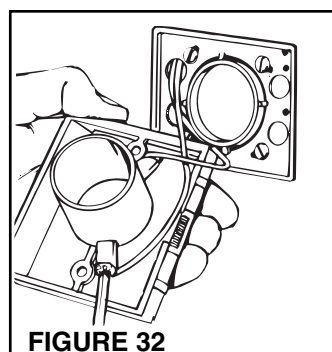

FIGURE 32
9. Attachez les câbles de basse tension aux vis de borne à l'arrière de la prise murale (Figure 32).